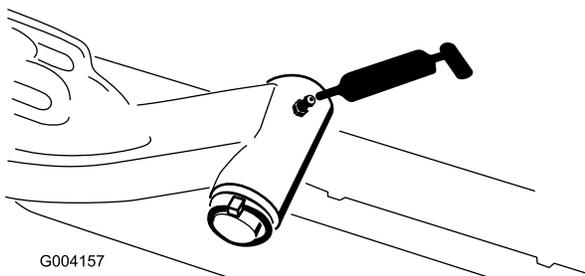

Figure 56
- Axe de pivot des bras de relevage (x 1) (Figure 56)